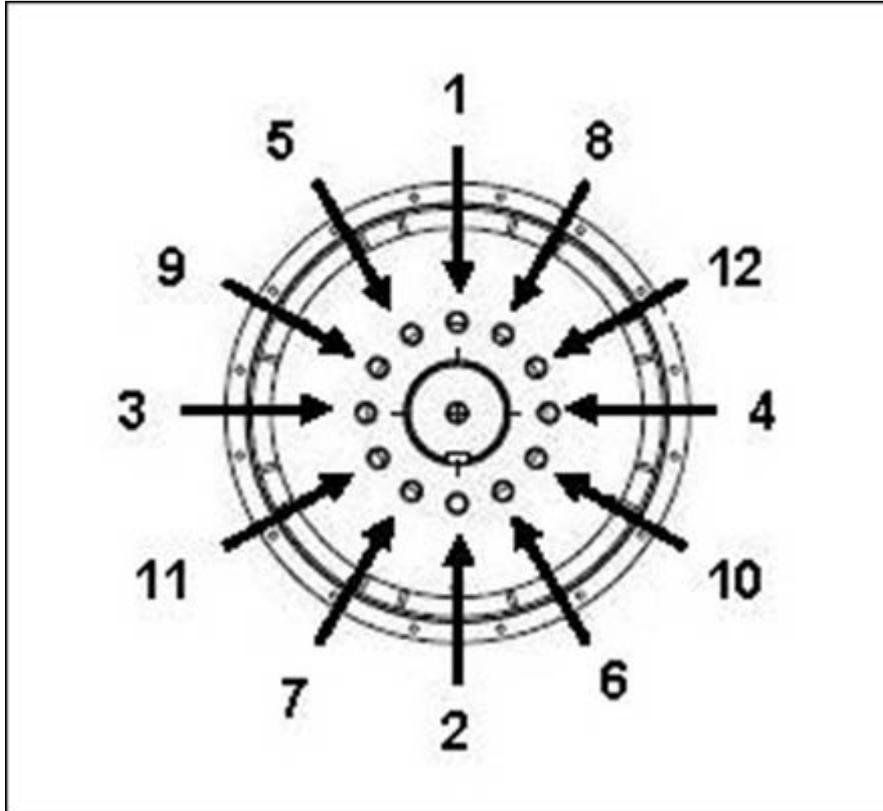

ABBILDUNG 18. REIHENFOLGE DER BEFESTIGUNG AN NABE
4. Gegebenenfalls die Schrauben der Kupplungsscheibe in der Reihenfolge anziehen. Siehe dazu Abbildung 18 auf Seite 40.